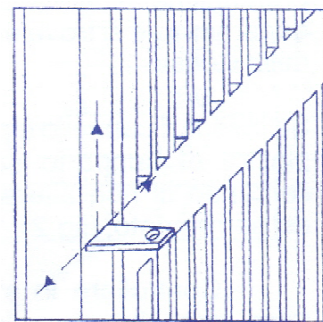

Fig. 3
- Fixer, provisoirement le support avec des points de soudure et contrôler le bon alignement vertical et horizontal (fig.3). Une fois la bonne position certifiée, souder de façon complète le support;